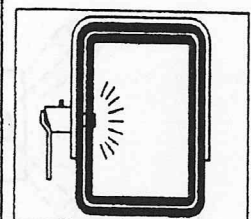
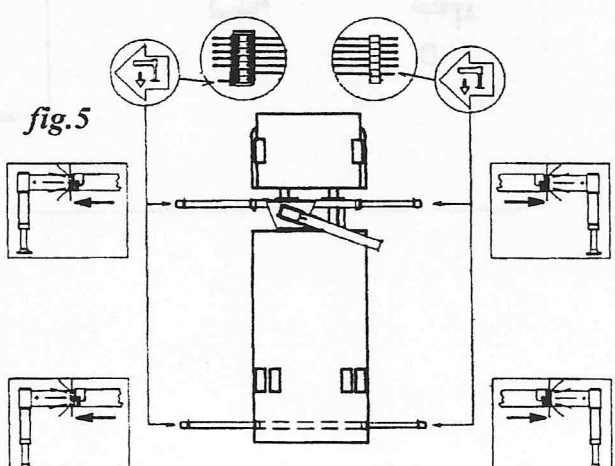

fig. 6
fig. 5
D) Rimettere in posizione di blocco il congegno arresto trave (Fig. 4) ed estrarre completamente l'asta agendo sulla leva di comando. In questa posizione devono essere visibili i segnali di fine corsa (Fig. 5) ed il perno del congegno arresto trave deve essere perfettamente inserito nell'asta. (Fig. 6)
In this position the limit stop signals (Fig. 5) must be visible and the pin of the beam stop device must be perfectly inserted in the rod.. (Fig. 6)